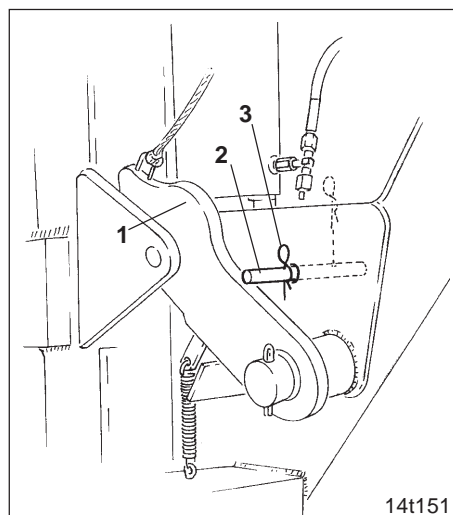

Fig. 8.4
**Sichern Sie die Verriegelungshebel (Fig. 8.4/1) mit Transportsicherungsbolzen (Fig. 8.4/2) indem Sie die Transportsicherungsbolzen über die Verriegelungshebel schieben.**
Transportsicherungsbolzen nach jedem Umstecken mit einem Federstecker (Fig. 8.4/3) sichern.